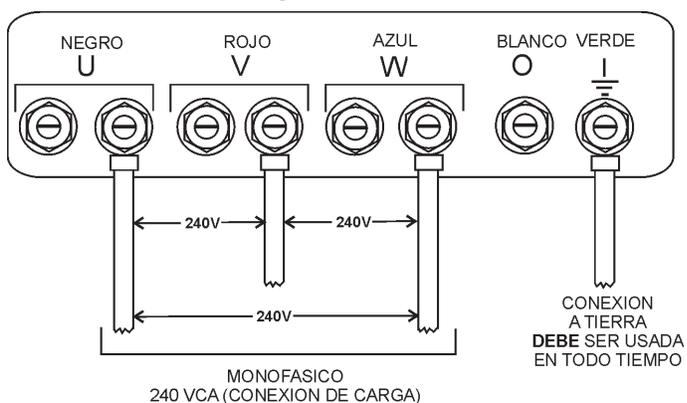

Figura 24. UVWO Terminales de salida Conexión 1Ø-240V
2. Conectar el cable de carga a las terminales U V W O como muestra la Figura 24.